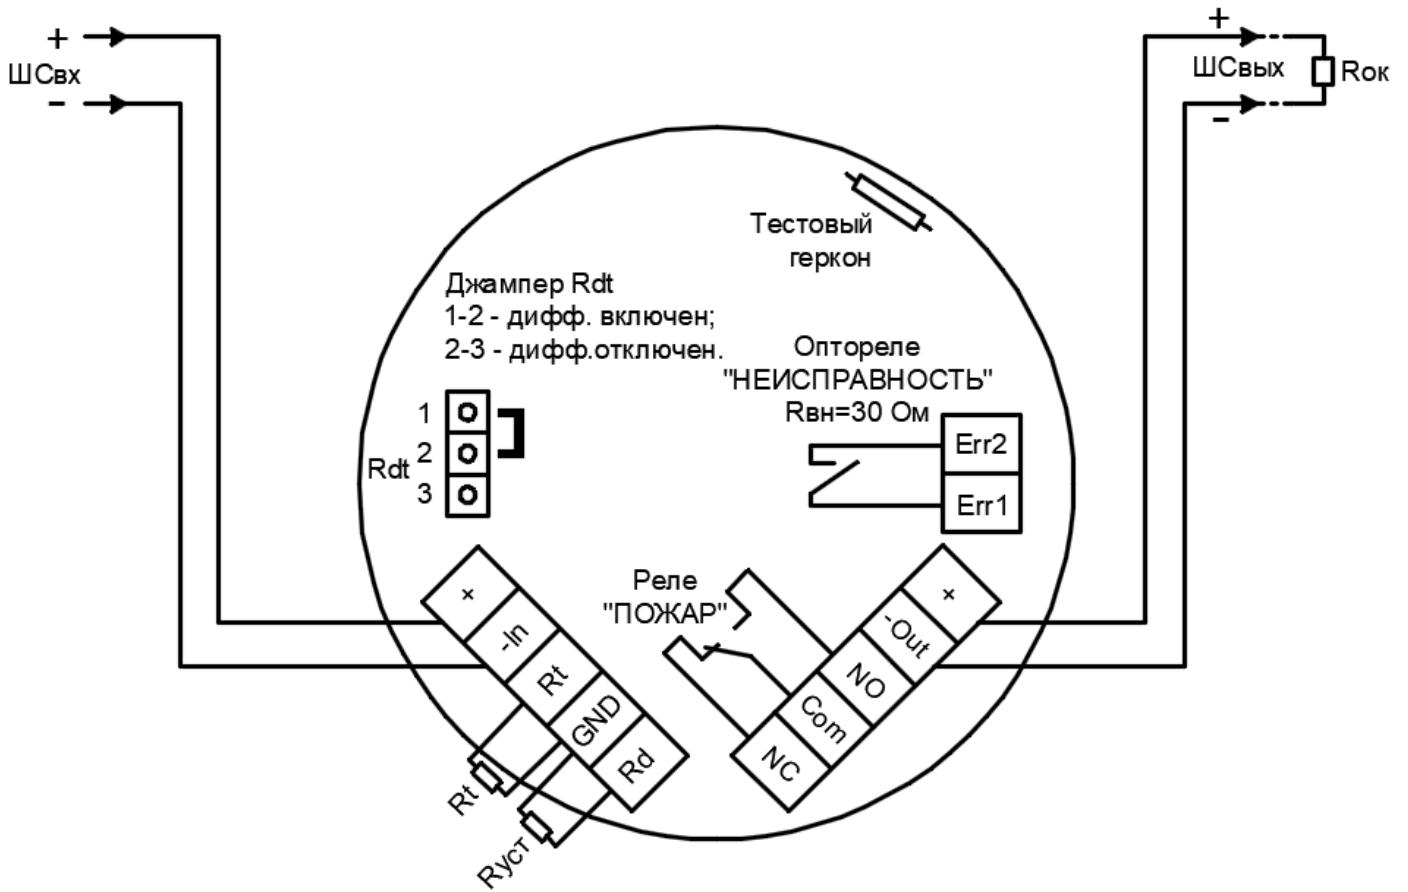

Рисунок 5 – 2-х проводная схема подключения
Все внешние провода подводятся к извещателю через внутреннее клеммное отделение, являющееся составной частью извещателя. Используются нажимные клеммы Wago для проводов сечением от $0,08 \text{ мм}^2$ до $2,5 \text{ мм}^2$. Подключение извещателя осуществляется по 2-х или по 4-х проводной линии связи в соответствии с рис. 5 - 7 настоящего РЭ.
- осуществить монтаж соединительного кабеля в кабельном вводе и соединить проводники в соответствии со схемой подключения к ППК, рис. 5 - 7.